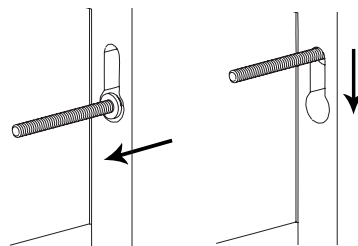

Figure 3
ÉTAPE 3: Installez chaque boîte-cadre en positionnant les encoches en trou de serrure sur les vis, puis en appliquant une légère pression vers le bas, tel qu'illustré à la **Figure 3**.